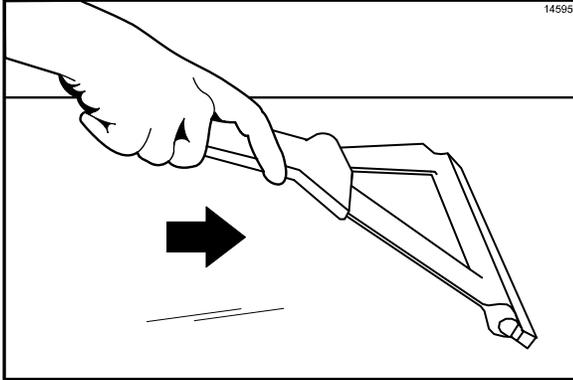

Figura 30
- Empuje los residuos hacia la canaleta para grasa. (Vea la figura 30.)